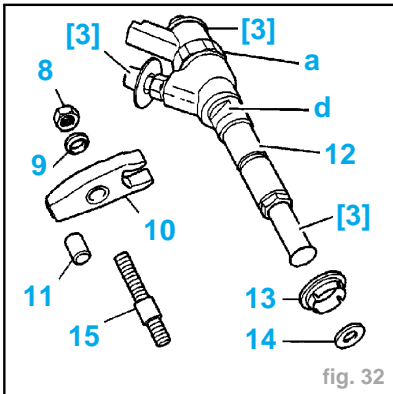

fig. 32
Impératif: Ne pas intervenir sur l'écrou (a) (fig. 32).
- Attention:** Lors de la dépose des écrous (8), il se peut que les goujons (15) se dévissent avec l'écrou dans ce cas, à la repose, respecter scrupuleusement le sens des goujons (fig. 32)
- Reposer les goujons (15) (si déposés) dans la culasse (couple de serrage: 0.75 m.daN).